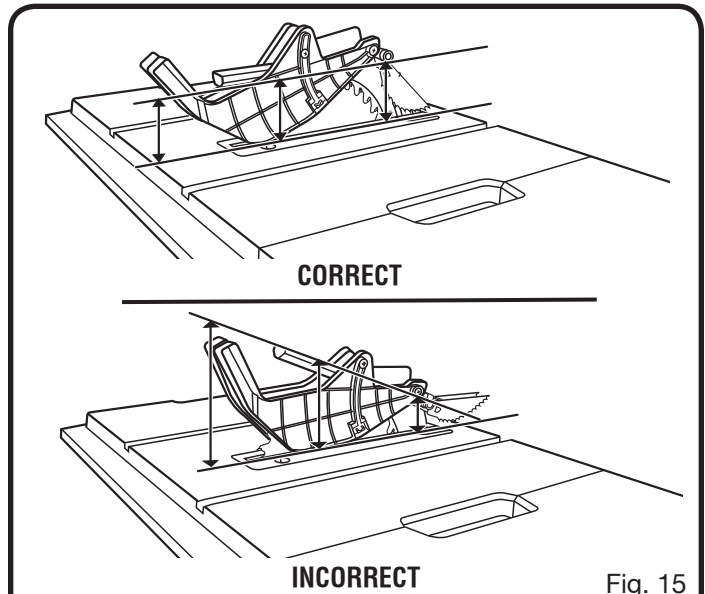

Fig. 15
- Avec le devant du protège-lame a élevé, abaisser le dos du garde dans le trou de milieu le écarteur/couteau diviseur. appuyer le devant du garde jusqu'à ce que **c'est parallèle à la table** (voir la figure 15). Si le protège-lame n'est pas parallèle la table, le couteau de riving n'est pas dans écarteur (ou « en haut ») la position.